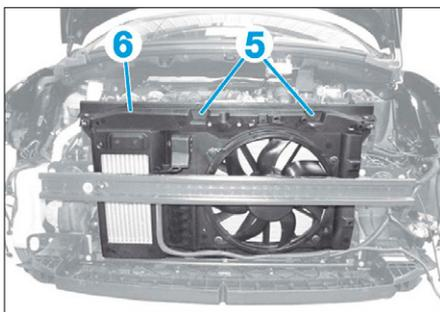

FIG. 9
- les vis (5) de l'armature de radiateur (Fig.9),
- Basculer l'armature de radiateur (6) vers l'avant.